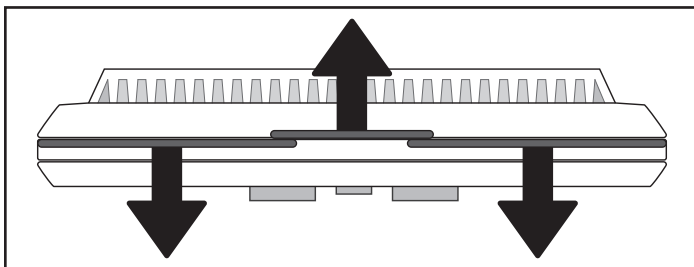

Figure 23.1
1. Séparez le corps du thermostat de la plaque de montage en tirant délicatement les deux pièces en les éloignant (Figure 23.1).